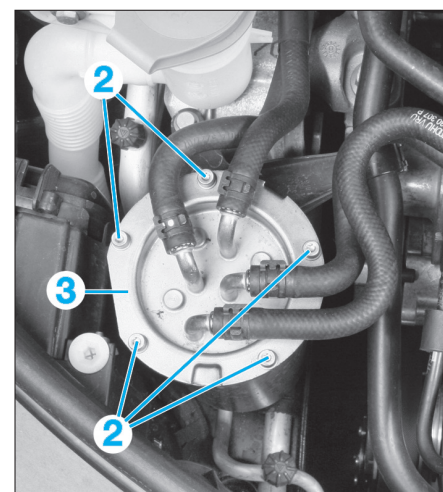

Fig. 53
• Déposer les vis de fixation (2) et sortir le couvercle (3) (Fig.53).